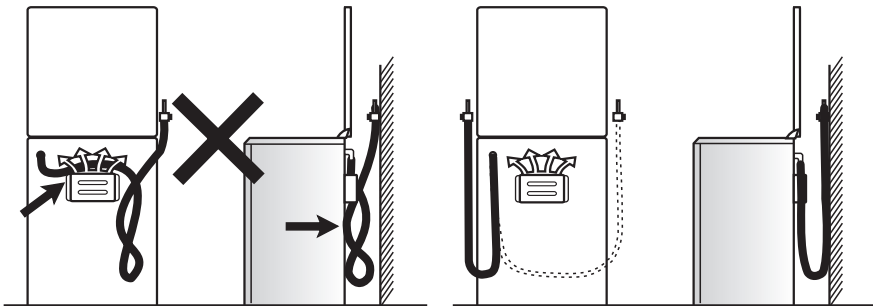

Рис.12
**ПОМНИТЕ:** После установки плиты на место обязательно проверьте положение гибкого шланга подвода газа и шнура питания (рис.12). Они не должны проходить в зоне горячего воздуха дымохода. Во время работы духовки там возникает большая температура, которая может их повредить.